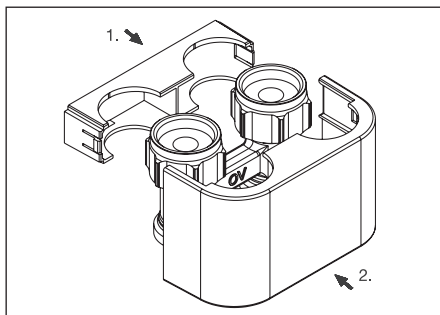

Fig. 10 Montage du cache design
2. Monter le cache design sur le raccord et le dispositif de fixation par l'avant et les relier par emboîtement (voir fig. 10).